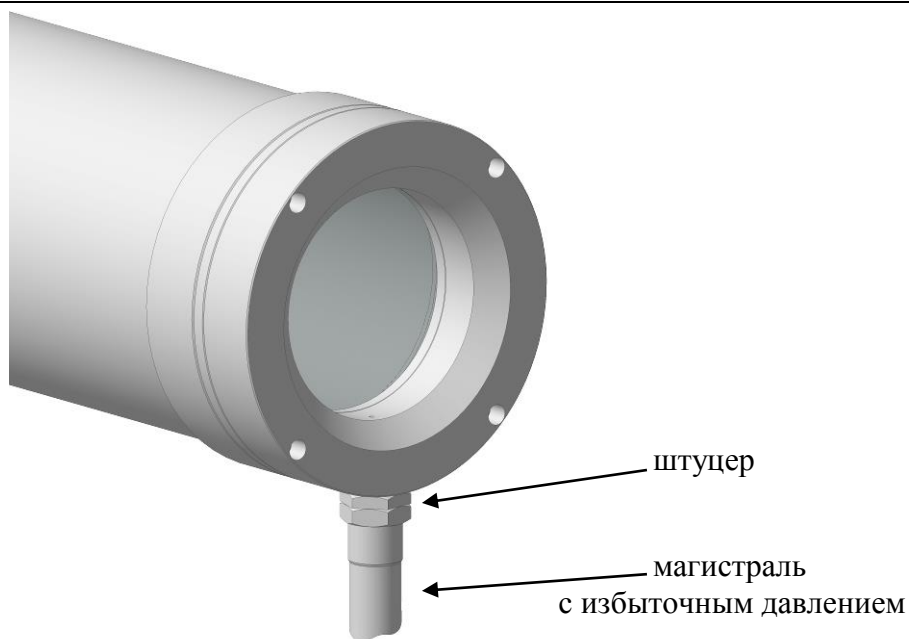

Рис. 3
4. Подвести магистраль с избыточным давлением к штуцеру, рис. 3. Штуцер имеет резьбу G1/2.